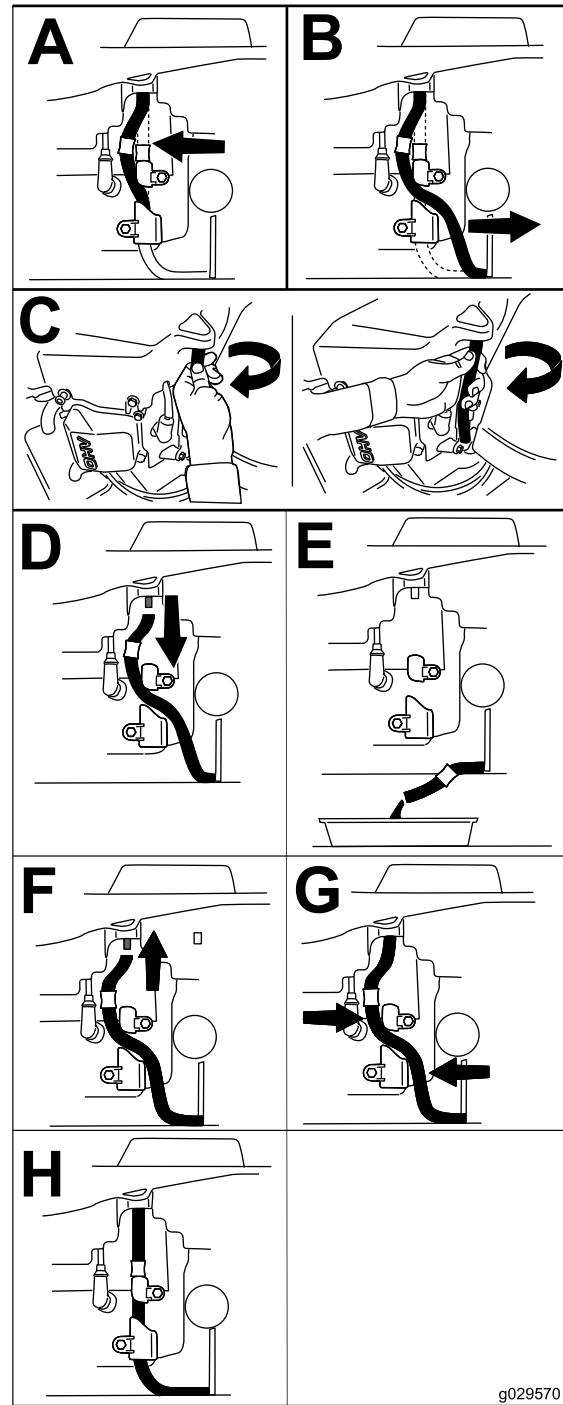

Figure 46
3. Pour éviter de faire tomber de l'herbe, de la poussière, etc., dans le moteur, nettoyez la surface autour du bouchon de remplissage-jauge d'huile, avant de l'enlever (Figure 46).